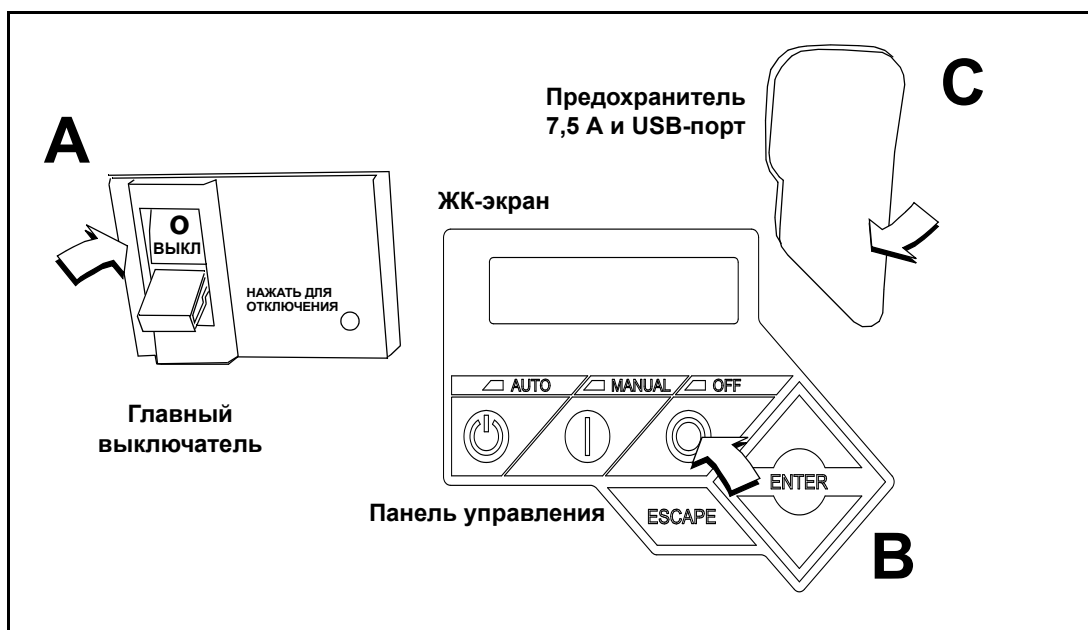

Рисунок 5-6. Панель управления генератора
2. Переведите главный выключатель вниз в положение OFF (ВЫКЛ) (Разомкнутое положение). См. А Рисунок 5-6.
3. Нажмите OFF (ВЫКЛ) на панели управления. Загорится красный светодиод, подтверждающий выключение системы. См. В Рисунок 5-6.
5. Приподнимите защитный резиновый клапан, покрывающий держатель для предохранителя, и извлеките предохранитель 7,5 А. См. С Рисунок 5-6.